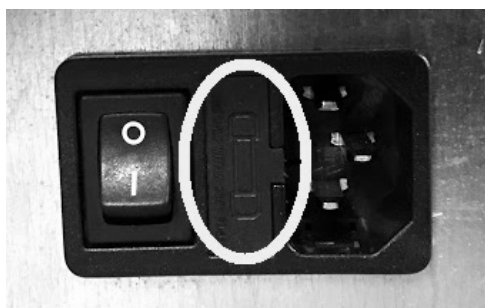

Fig. 46 - Dæksel med sikringerne, der skal fjernes
- Sikringerne i stikkontakten bag træpilleovne udskiftes ved at lirke det lille dæksel med en flad skruetrækker (se **Fig. 46**) og tage sikringerne, der skal skiftes, ud.